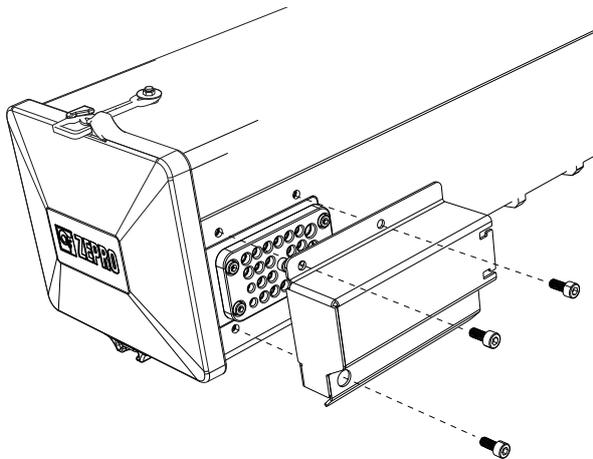

Abbildung 76. Die Schutzabdeckung der Kabeldurchführung ist mit drei Schrauben befestigt.
1. Entfernen Sie die mit drei Schrauben befestigte Schutzabdeckung der Kabeldurchführung, siehe Abbildung 76.
2. Bringen Sie die Schutzabdeckung der Kabeldurchführung mit den drei dazu gehörenden Schrauben wieder an, siehe Abbildung 76.